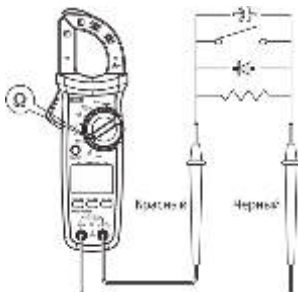

Рис. 4 Измерение сопротивления, проверка целостности, диода, измерение ёмкости
- Если напряжение ≥ 30 В (AC) или ≥ 60 В (DC), на дисплее появится сигнал опасного напряжения.
7.3 Измерение сопротивления (см. рис. 4)
7.4 Проверка целостности (см. рис. 4)
7.5 Проверка диода (см. рис. 4)
7.6 Измерение ёмкости (см. рис. 4)